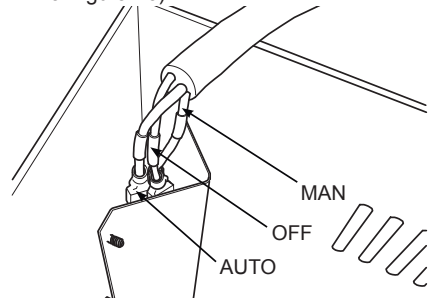

Figura 10 - Inserción cableado eléctrico
10. Inserte los cables marcados con AUTO, OFF y MAN en la ranura para cable en la esquina derecha. Alimentar a ellos como cerca de la parte inferior de la cámara de combustión como sea posible (consulte la Figura 10).